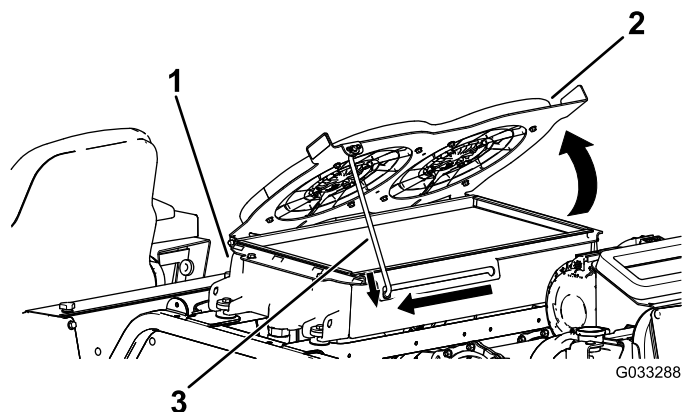

Figura 109
2. Rode as ventoinhas do refrigerador hidráulico para cima e fixe a barra de apoio no entalhe (Figura 109).